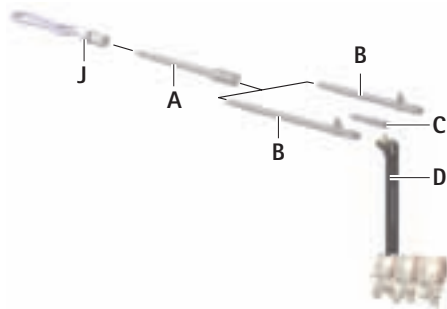

Fig. 2
- Pour prolonger le dispositif, placer le raccord avec accouplement rapide **A** sur l'accouplement concerné, voir Fig. 2.